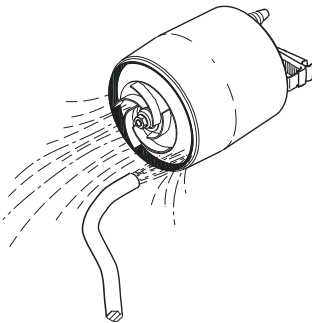

Fig. 13 Cómo purgar el impulsor
6. Limpiar el impulsor. Consulte la fig. 13.